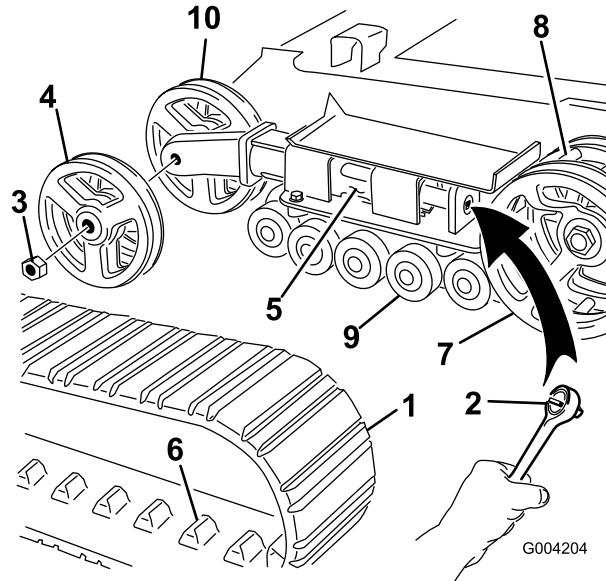

Figure 47
4. À l'aide d'une clé à douille de 13 mm, tournez la vis de tension dans le sens horaire pour détendre la transmission (Figure 45 et Figure 47).
5. Poussez la roue de tension vers l'arrière de la machine pour appuyer le tube de tension contre le cadre (Figure 47). (S'il ne touche pas le cadre, continuez de tourner la vis de tension jusqu'à ce qu'il le touche).
6. Retirez l'écrou de fixation de la roue de tension extérieure et déposez la roue (Figure 47).
7. Déposez la chenille (Figure 47).
8. Retirez l'écrou de fixation de la roue de tension intérieure et déposez la roue (Figure 47).
12. Posez la roue de tension intérieure et fixez-la avec l'écrou retiré précédemment (Figure 47).
14. Posez la chenille neuve en prenant soin que les crampons s'engagent entre les dents au centre du pignon (Figure 47).
15. Posez la roue de tension extérieure et fixez-la avec l'écrou retiré précédemment (Figure 47).